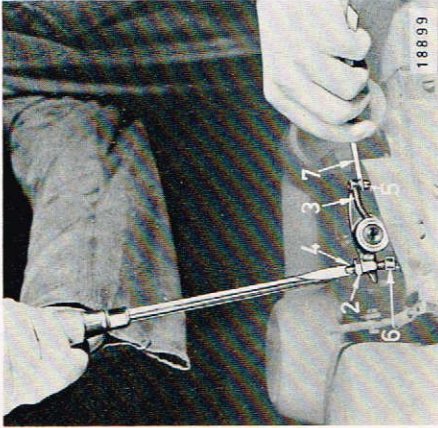
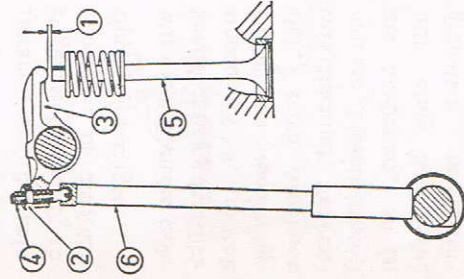

Bild 13
Bild 14
Das Ventilspiel ist bei kaltem Motor mit einer Fühllehre (Spion) 7 (Bild 13) von 0,15 mm Dicke zu prüfen. Hierzu ist die Kurbelwelle am Keilriemen so zu drehen, daß beide Ventile eines Zylinders geschlossen sind, das heißt, daß sich die Stößelstangen (6) der zu prüfenden Ventile leicht mit dem Finger drehen lassen. In den vorderen Spalt 1 (Bild 14) zwischen Kipphebel (3) und Ventil (5) muß sich nun die Fühllehre 7 (Bild 13) von 0,15 mm Dicke am Einlaßventil und Auslaßventil eben einschieben lassen. Ist dieser Spalt 1 (Bild 14) zu eng oder zu weit, Gegenmutter (2) um ca. 1 bis 2 Umdrehungen lösen und die Einstellschraube (4) mit einem Schraubenzieher so regulieren, daß bei wieder angezogener Gegenmutter (2) die Fühllehre 7 (Bild 13) sich ohne Widerstand herausziehen läßt.